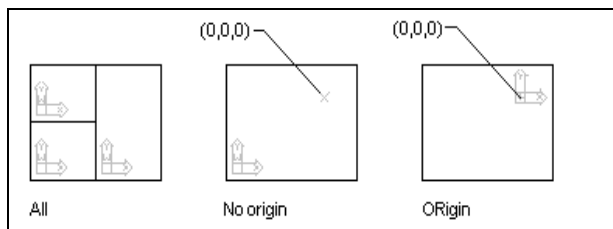

图 12-6 改变 UCS 的位置
(1) ON。在屏幕上显示坐标系图标。
(2) OFF。在屏幕上不显示坐标系图标。
(3) All。改变所有视窗中坐标系的显示情况。否则，在执行 Ucsicon 命令的其他选项时，只对当前视窗有效，如图 12-6 左图所示。
(4) No origin。将坐标系图标放置在视窗的左下角，与 UCS 原点的位置不一定重合，如图 12-6 中图所示。
(5) Origin。坐标系位置随当前 UCS 的原点变化而变化，如图 12-6 右图所示。若 UCS 的原点位于屏幕之外或者坐标系放在原点时会被视窗剪切，则执行该选项后，坐标系图标仍显示在视窗的左下角位置。